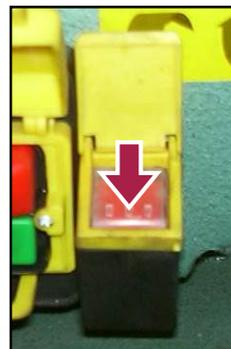

Figura 13 – Inversione senso di rotazione.
Per invertire il senso di rotazione del motore elettrico, sollevare il coperchio e premere il pulsante rosso al destra del pulsante di emergenza (vedere la figura 13). Se premuto una prima volta verso il basso, il mandrino ruoterà in senso orario, mentre se premuto nuovamente il mandrino ruoterà in senso antiorario.
10. Se necessario, impostare il senso di rotazione del motore elettrico desiderato, utilizzando il pulsante del senso di rotazione (di colore rosso, vedere Figura 13).